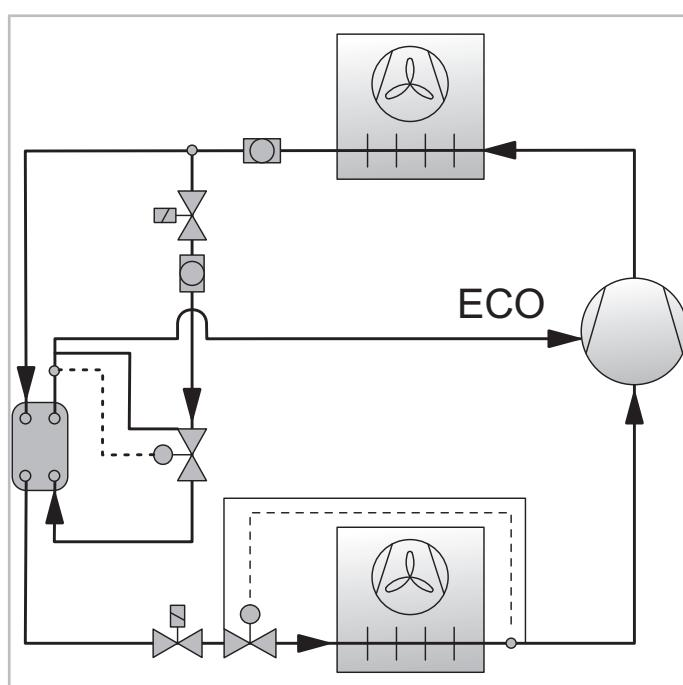

Abb. 6: Anlage mit Economiser und Flüssigkeitsunterkühlungskreislauf
- Der zusätzliche Wärmeübertrager (hier: Flüssigkeitsunterkühler) unterkühlt das flüssige Kältemittel, indem ein Teil des aus dem Verflüssiger kommenden Kältemittels über ein Expansionsorgan im Gegenstrom in den Unterkühler eingespeist und unter Wärmeaufnahme verdampft wird. Der überhitzte Dampf wird am ECO-Anschluss des Verdichters abgesaugt und mit dem vom Verdampfer kommenden, bereits vorkomprimierten Dampf vermischt (siehe Abbildung 6, Seite 8).